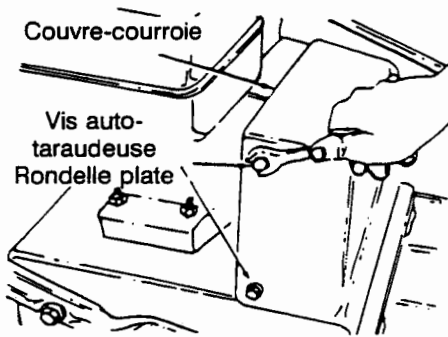

FIGURE 14
- Enlevez le couvre-courroie en plastique sur le devant du moteur en retirant les trois vis autotaraudeuses et les trois rondelles plates. Voir la Figure 14.